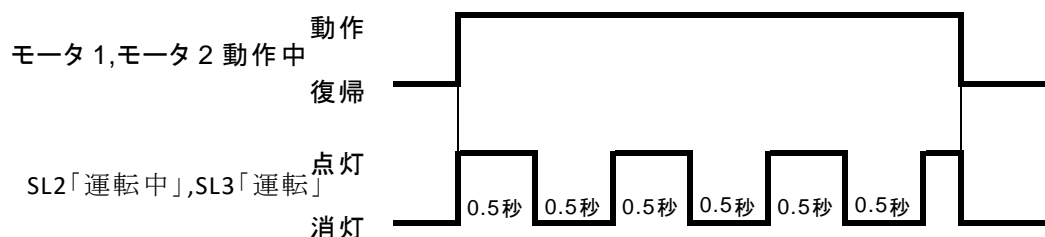

図4 モータ 1,モータ 2 動作中における **SL2**「運転中」,**SL3**「運転」の ON/OFF タイムチャート
- ① 手動運転中に **COS**「自動」に切り替わった時の条件を以下に示す。
- ② 「**LS1**」が **ON** のとき、モータ 2 は回転しない。
- ③ 「**LS2**」が **ON** のとき、モータ 1 は回転しない。
- ④ モータ 1 が正回転中、指定速度の変更は可能とする。
- ⑤ モータ 2 回転中、“ポンプ選択中”が **OFF** するとモータ 2 は直ちに停止する。
- ⑥ モータ 1 回転中、“ファン選択中”が **OFF** するとモータ 1 は直ちに停止する。
- ⑦ 手動運転中の **SL** の表示を以下に示す。
- ・モータ回転中は、図4に示すように **SL2**「運転中」、**SL3**「運転」が 0.5 秒間隔で点滅する。
- ⑧ 異常検出中の条件を以下に示す。